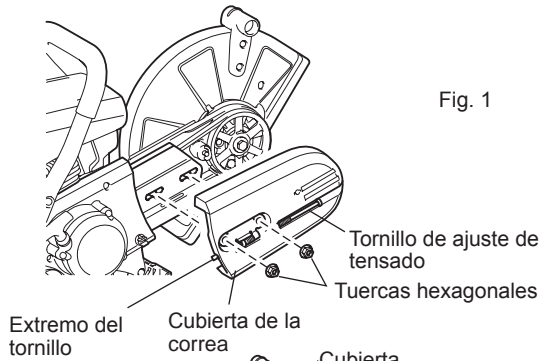

Fig. 1
- (1) Afloje la tuerca de apriete y gire el tornillo de ajuste de tensado hacia la izquierda hasta que sea visible el extremo del tornillo. (Fig. 1)
- (2) Retire las tuercas de apriete y después retire la cubierta de la correa. (Fig. 1)